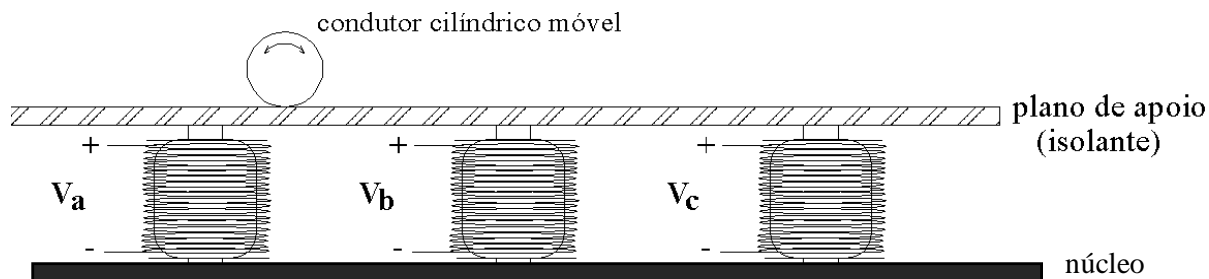

Figura 17 - Motor Linear Elementar
Já vimos como pode ser produzido um campo magnético girante trifásico. Se as bobinas forem dispostas em linha, o campo passa a ser deslizante, o que pode ser comprovado colocando um cilindro de alumínio sobre um plano isolante, conforme ilustrado na figura 17.
- ◆ Execute a montagem indicada na figura 17.